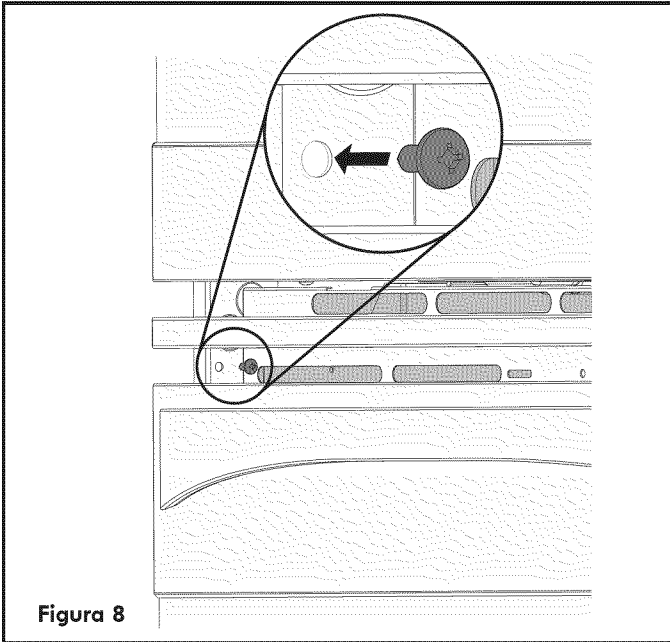

Figura 8
- Los barrenos en las molduras laterales pueden ser usadas como guía para localizar los tornillos de montaje de la unidad (figura 8).